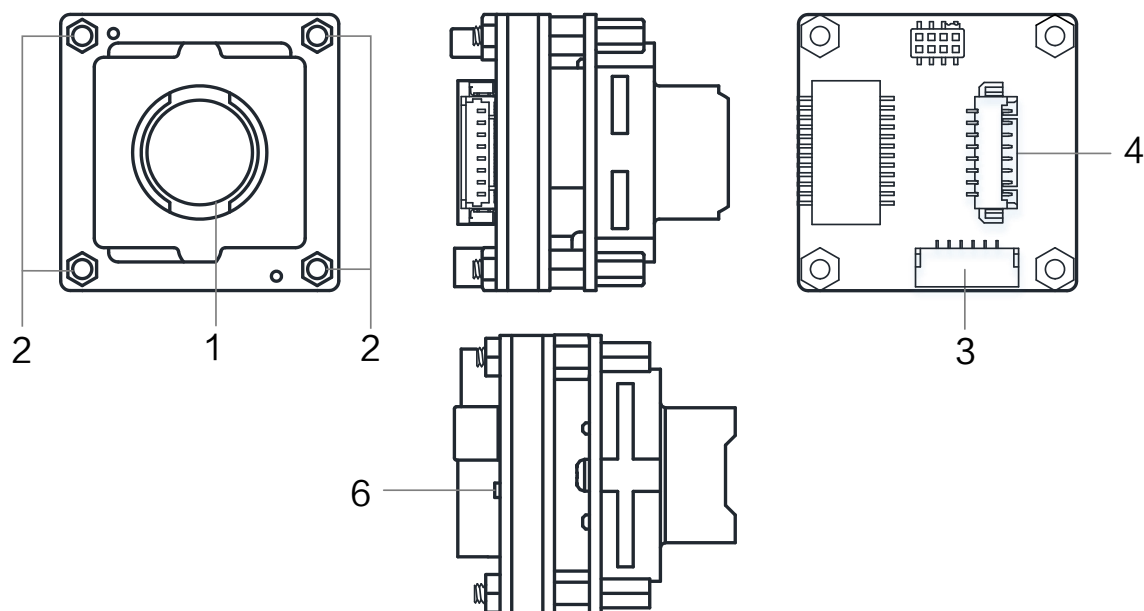

图4-5 M12 口镜头座，WTB 网口相机外观
- 图 4-5 为 M12 口镜头座，WTB 网口结构的相机外观。